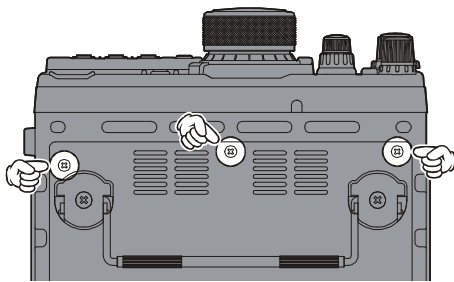

Fig. 1
2. Svitare le sei viti, tre sul pannello inferiore e posteriore, poi sollevate il primo (fig. 1 e 2).